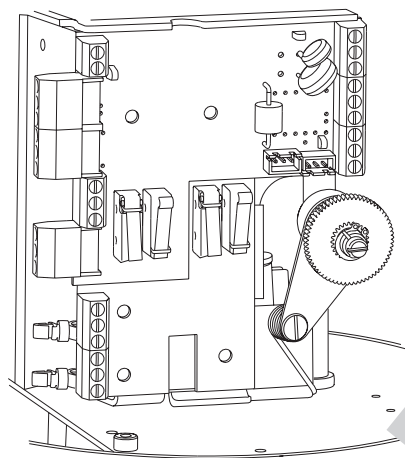

Fig. 21
- Montare la scheda con gli interruttori ausiliari (Fig. 21).